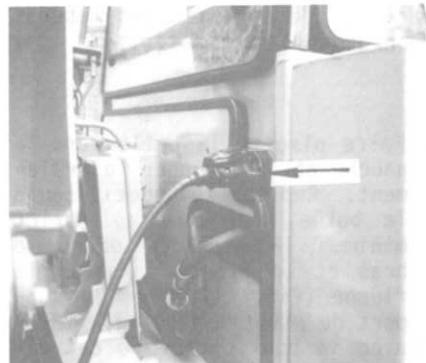

Bild 15
- Kabelstecker für StVZO-Beleuchtung mit der Steckdose (Bild 15/Pfeil) an der Fahrerstandrückseite rechts verbinden. Eine Beleuchtungskontrolle ist durchzuführen.
- Brancher la fiche du cable de ce dispositif d'éclairage exigé par le code de la route sur la prise de courant (fig. 15/ flèche) et vérifier le fonctionnement de l'ensemble.